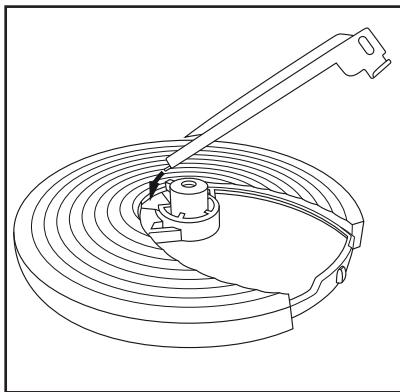
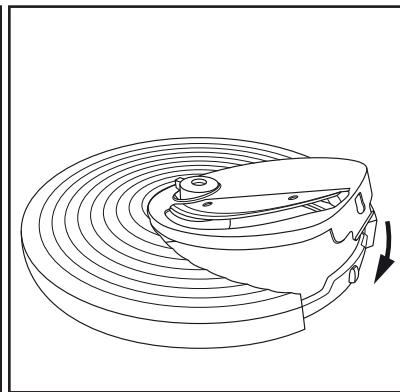

Abb. 1
Abb. 2
- stecken Sie die neue Scheibe mit der schmaleren Seite zuerst in die Einsparung am Scheibenadapter **13** (Abb. 1) und drücken Sie die Scheibe dann fest nach unten, so dass diese einrastet und fest sitzt (Abb. 2).